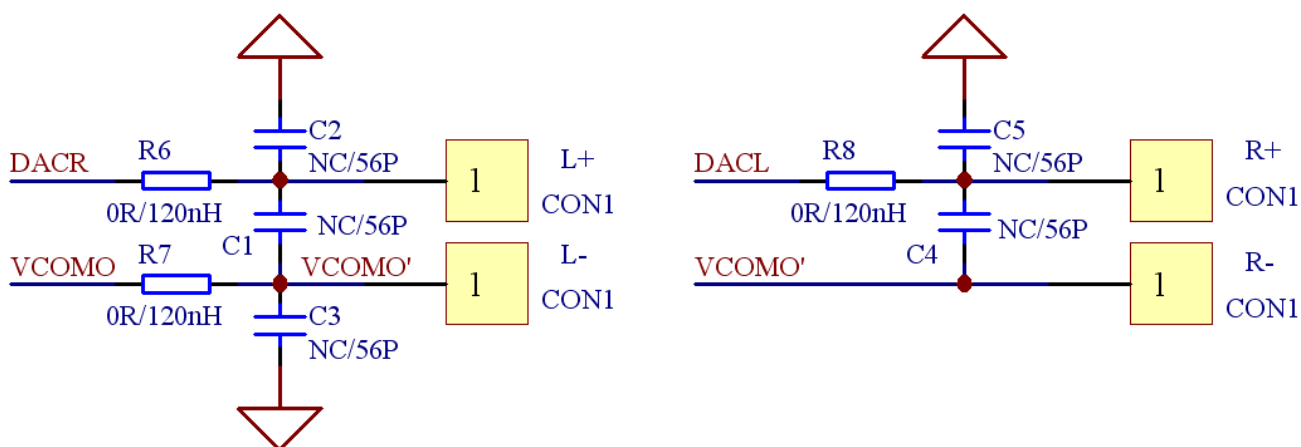

图3 DAC 抑制 RF 天线干扰电路
- 1) 图3是DAC抑制RF天线干扰、和TDD干扰的电路,建议预留;如空间有限,可只预留R6/R7/R8。